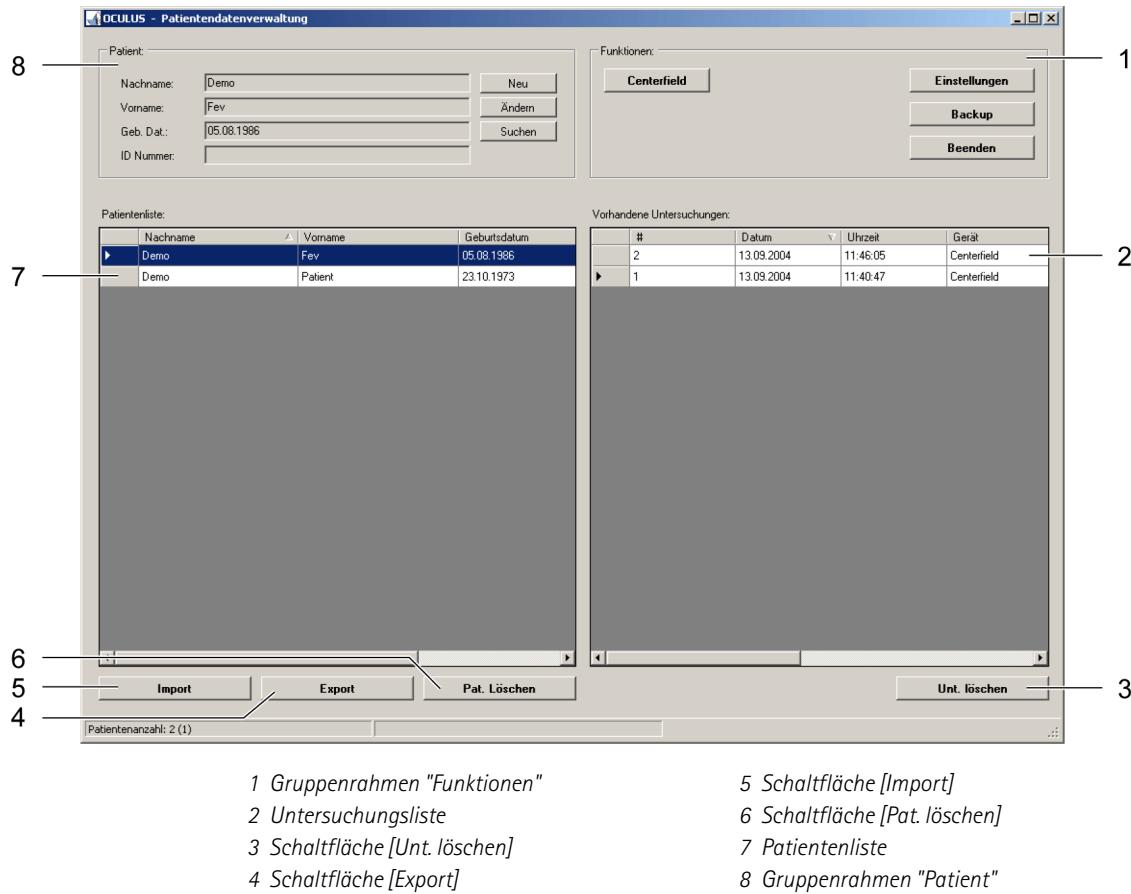

Abb. 8-1: Patientendaten-Verwaltung
- Starten Sie nach der Auswahl eines Patienten das Centerfield-Programm durch Anklicken der Schaltfläche [Centerfield] im Gruppenrahmen "Funktionen" (Abb. 8-1, Seite 18).